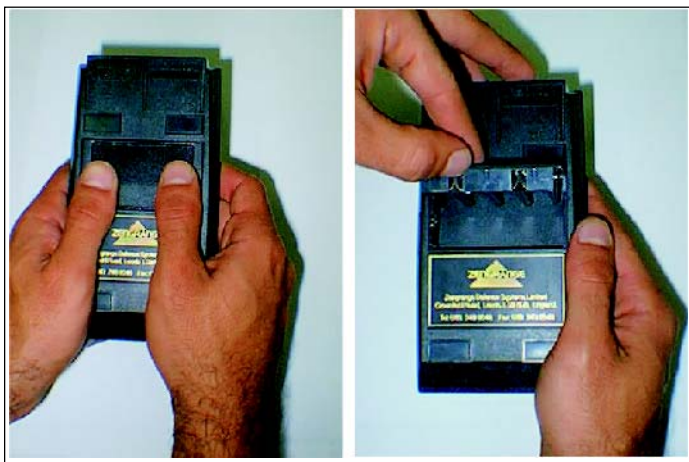

Fig 5-5. Abertura do compartimento das baterias do Morzen
(5) Desligue o Morzen antes de trocar as baterias. O compartimento das baterias está na retaguarda do computador. Empurre para cima e para dentro a tampa do compartimento até libertar as três garras existentes na base da tampa (Fig 5-5).